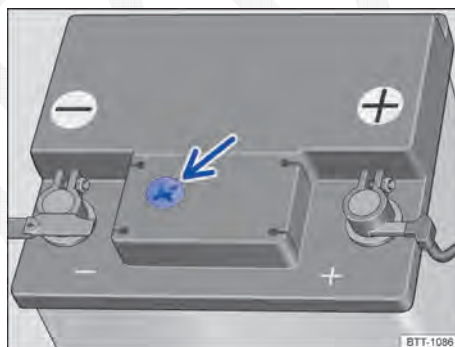

Fig. 28 Representação esquemática: visor no lado superior da bateria do veículo 12 V.
- Providenciar iluminação suficiente para poder identificar o indicador colorido no visor redondo no lado superior da bateria do veículo 12 V ⇒ Fig. 28 (seta). Jamais utilizar chamas expostas ou objetos incandescentes como iluminação.